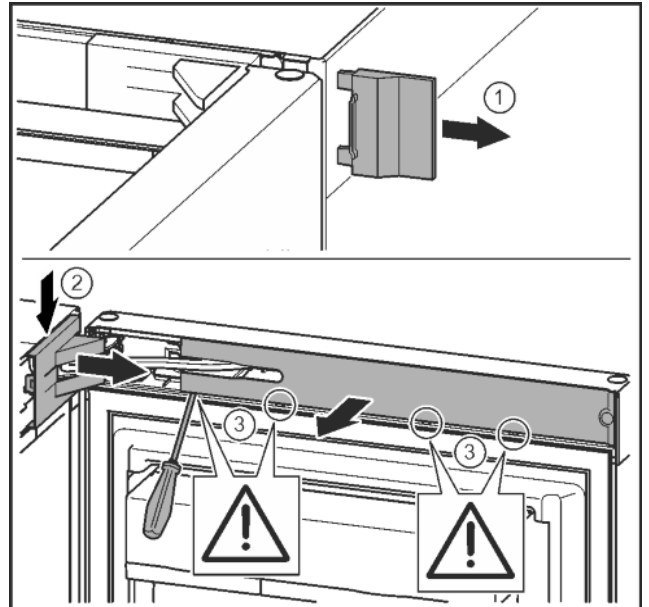

Fig. 7
- ▶ Äußere Abdeckung abnehmen. Fig. 7 (1)
- ▶ Lagerbockabdeckung austragen und lösen. Lagerbockabdeckung abnehmen. Fig. 7 (2)
- ▶ Blende mit Schlitzschraubendreher austragen und zur Seite schwenken. Fig. 7 (3)